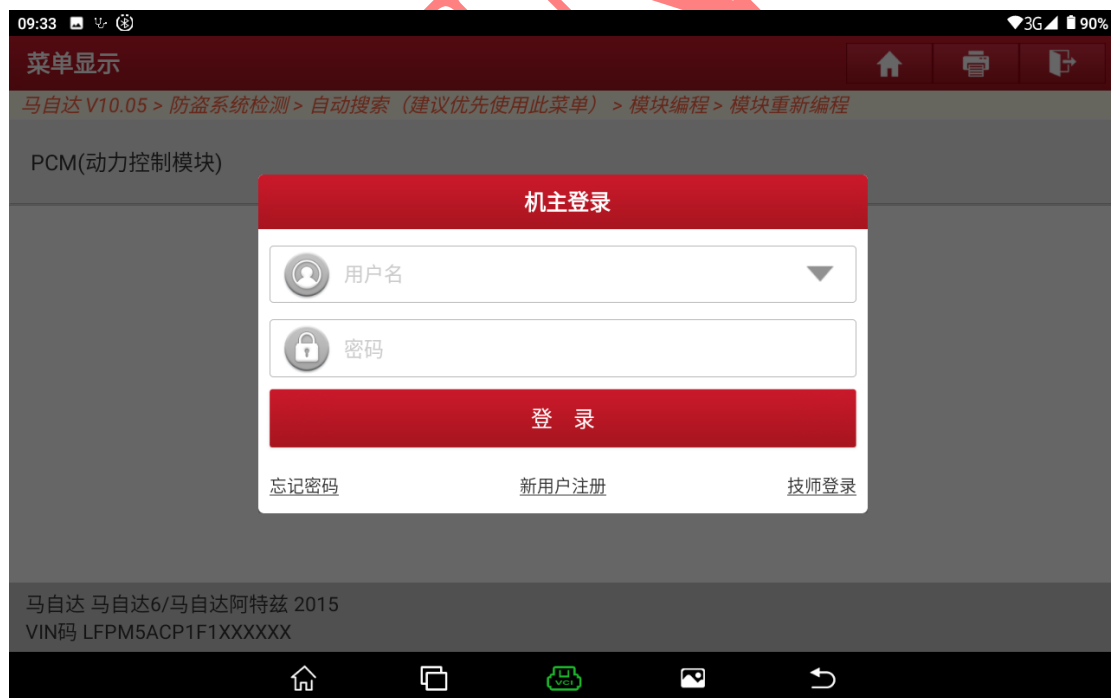

图 C14
12. 提示联网并登录，已登录不显示当前步骤 (图 C14)